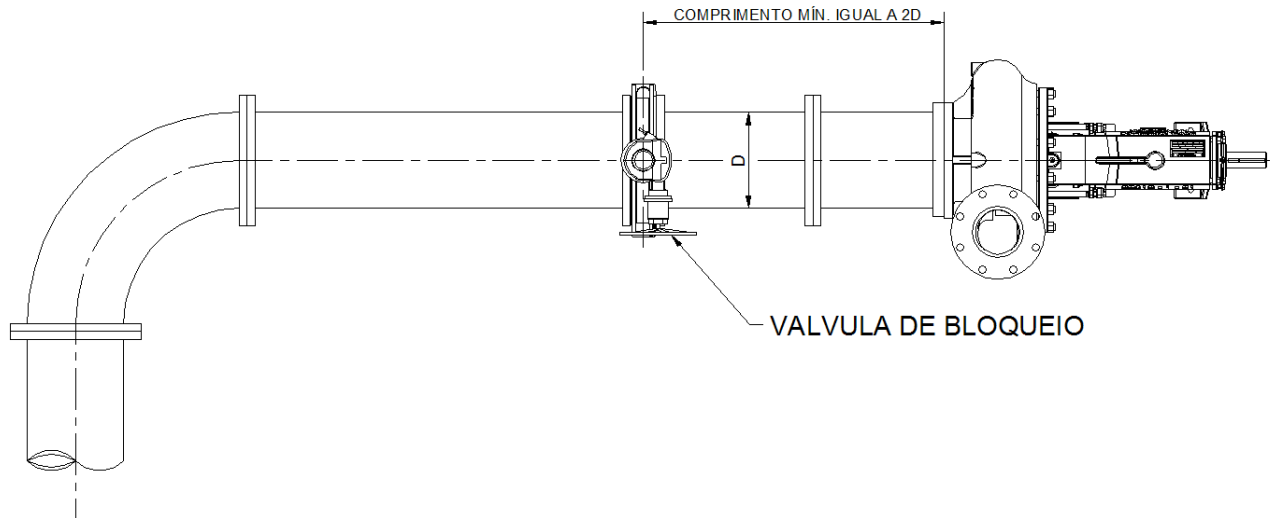

FIGURA 5 – Trecho reto da tubulação de sucção
3.4. Tubulação: A tubulação deverá ser alinhada independentemente da bomba e com os flanges ainda livres. O diâmetro da linha de sucção deverá ser maior ou igual ao diâmetro da sucção da bomba. Deverá existir um trecho reto na tubulação (Figura 5) de sucção com pelo menos o dobro do diâmetro deste trecho da linha, entre a bomba e qualquer outro equipamento. Uma válvula de bloqueio que cause o mínimo de turbulência durante seu acionamento deverá ser instalada na linha de sucção (Figura 6) para permitir o fechamento da linha e remoção da bomba para inspeção e manutenção da bomba. A linha de sucção deverá ser projetada para eliminar o aprisionamento de ar (bolsas de ar) através de uma inclinação ascendente da fonte alimentadora para a bomba centrífuga (Figura 6) ou da instalação de uma redução excêntrica na sucção (Figura 6). A configuração com uma redução concêntrica está ilustrada na figura 7. Mesmo para ligações temporárias, use um duto rígido na sucção, evitando o colapso de linhas flexíveis, um baixo rendimento ou completa interrupção do fluxo.